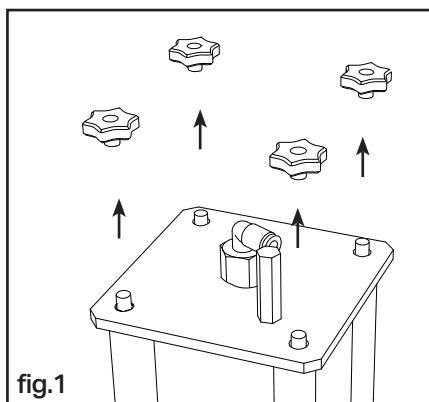
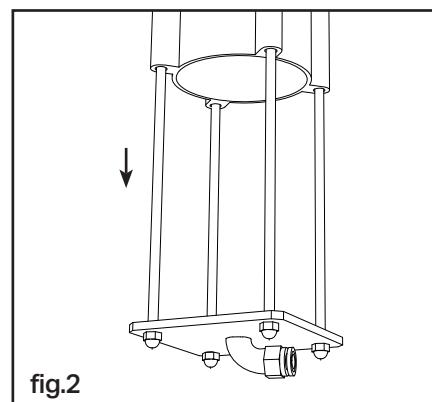

fig.1
fig.2
4. Quindi svitare i pomelli del coperchio del serbatoio di alluminio (fig.1), per poi sfilare la base con le 4 barre (il lato senza valvola)(fig.2).